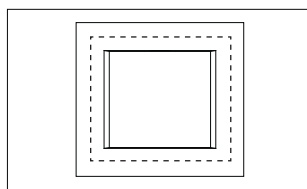

Figure 2
5. Positionner le lavabo sur la surface d'appui et vérifier que le renvoi d'eau soit bien dégagé et que le lavabo soit dans sa position finale. (Figure 2)